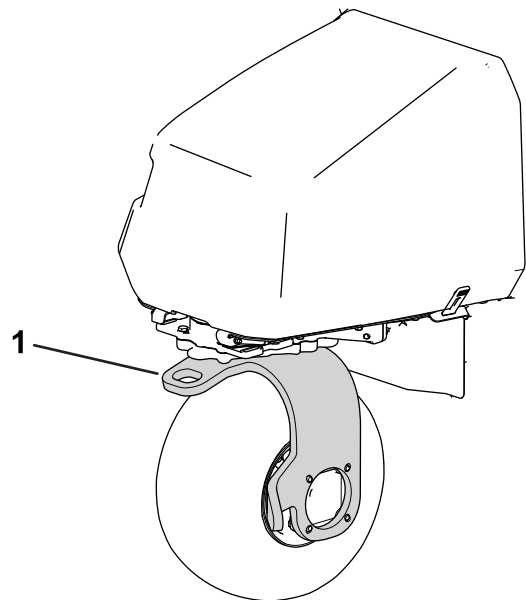

Figura 39
11. Utilice la horquilla de la rueda giratoria trasera para remolcar la máquina (Figura 39).